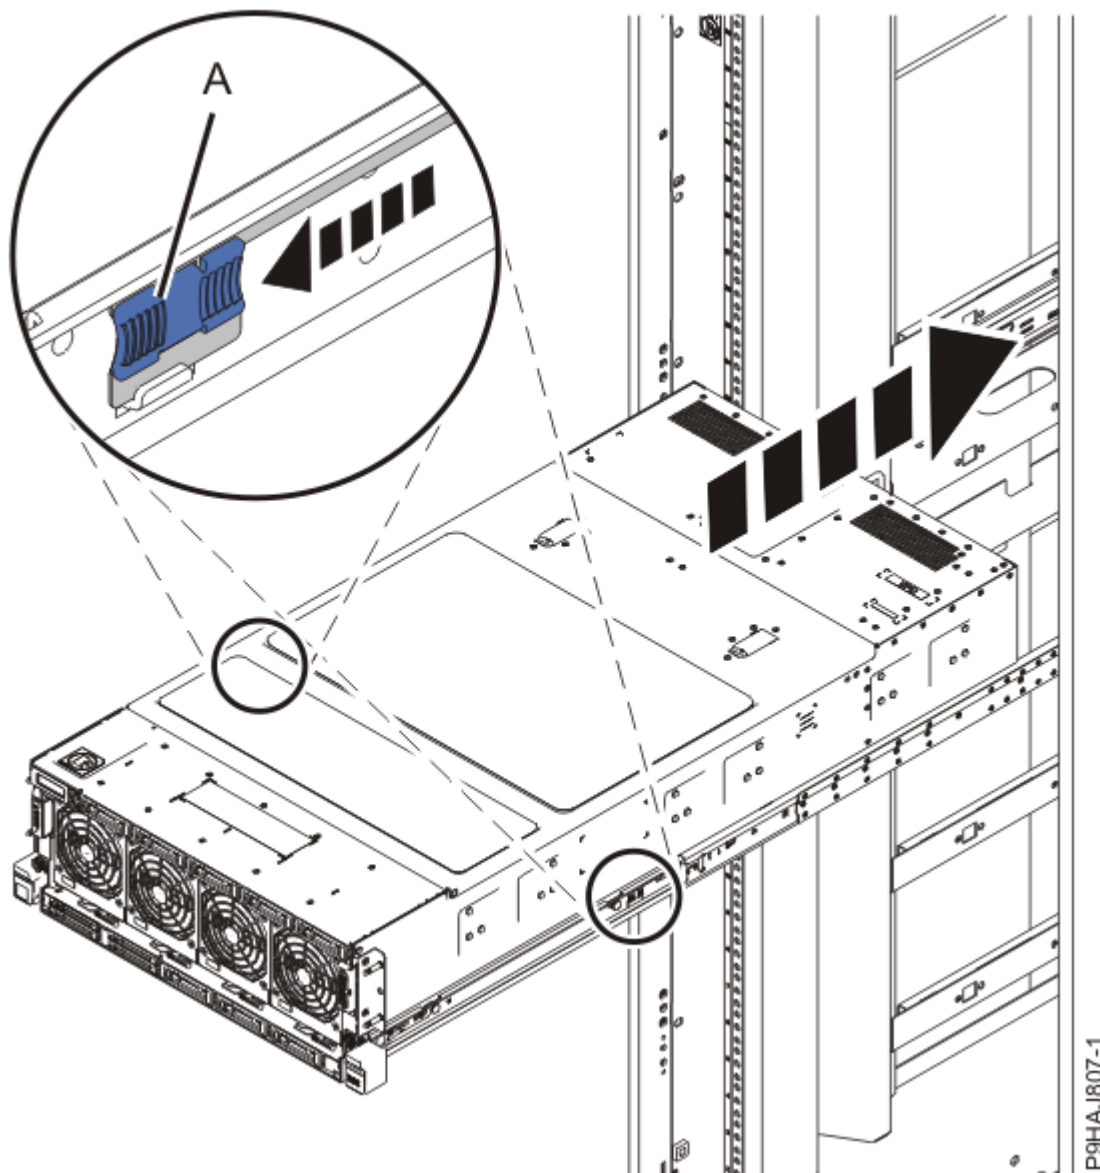

Figure 18. Libération des loquets au milieu des glissières et insertion du système dans l'armoire
2. Placez-vous à l'avant de l'armoire. Relâchez les loquets au milieu des glissières (**A**) et insérez le système à moitié dans l'armoire, comme illustré à la Figure 18, à la page 20.